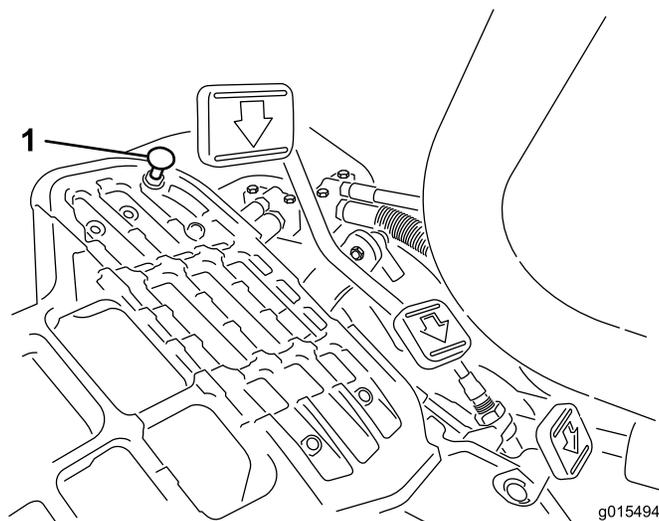

図 49
モードレバーを「移動走行」位置にセットし、ペダルを一杯に踏み込めば最高速度となります。ケーブルに張力が掛かる前にペダルがストップ図 49に当たる場合には調整が必要です。
1. モードレバーを「移動走行」位置にセットし、ペダルストップを固定しているロックナットをゆるめる図 49。